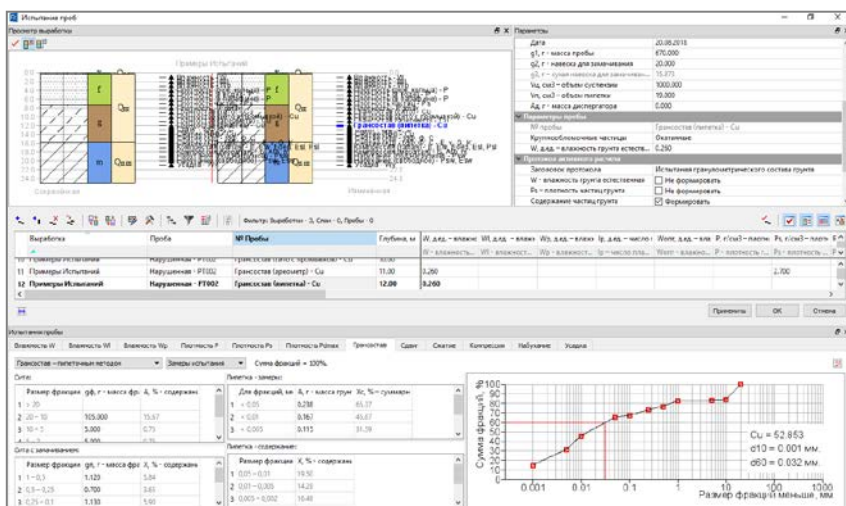

Рис. 9.3
3. По названию проб можно посмотреть примеры уже введенных испытаний, выбирая курсором необходимую пробу и соответствующую ей вкладку испытания (рис. 9.3).